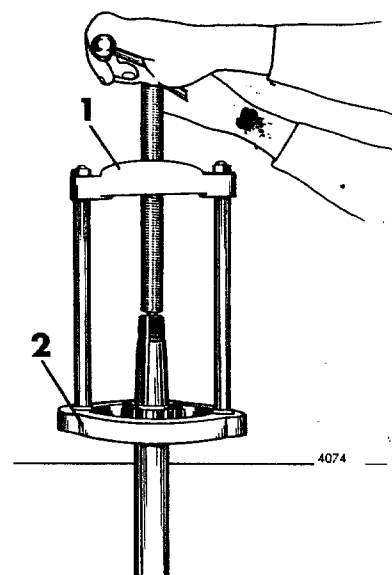

Fig 11-8. Demontering av drivhjulsaxelns lager
7. Dra av drivhjulsaxelns lager enligt fig 11-8.